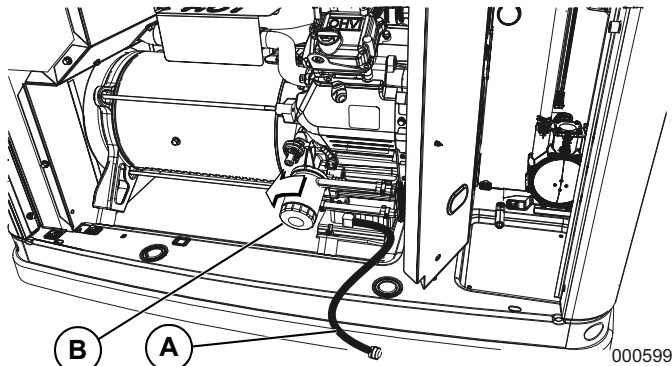

Figura 4-2. Ubicación del filtro y el vaciado de aceite
2. Pocos minutos después de que el motor se APAGUE, cuando se haya enfriado levemente, levante la tapa y retire el panel delantero. Tire de la manguera de vaciado de aceite para sacarla de su pinza retenedora. Vea (A) en la Figura 4-2. Retire la tapa de la manguera y vacíe el aceite en un recipiente adecuado.
4. Vacíado el aceite, retire el filtro de aceite antiguo girándolo en sentido contrahorario. Para la ubicación del filtro, vea (B) en la **Figura 4-2**.